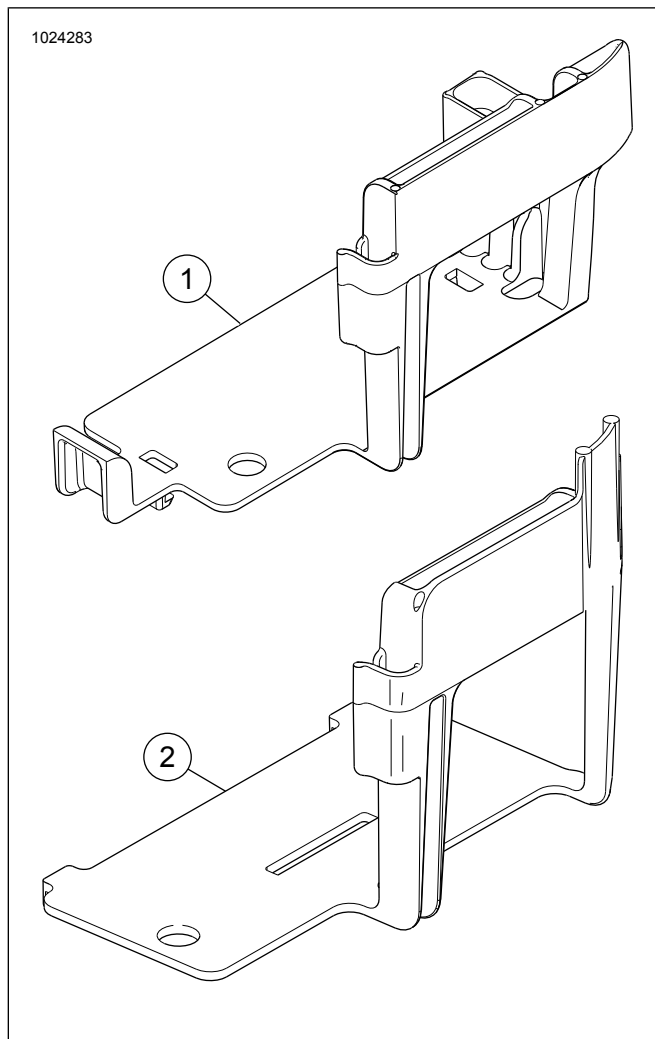

Figure 27. Hindi Binagong Caddy ng Baterya ng Softail
4. Tingnan ang Figure 27 . Alisin ang caddy ng baterya. Tingnan ang manwal ng serbisyo.